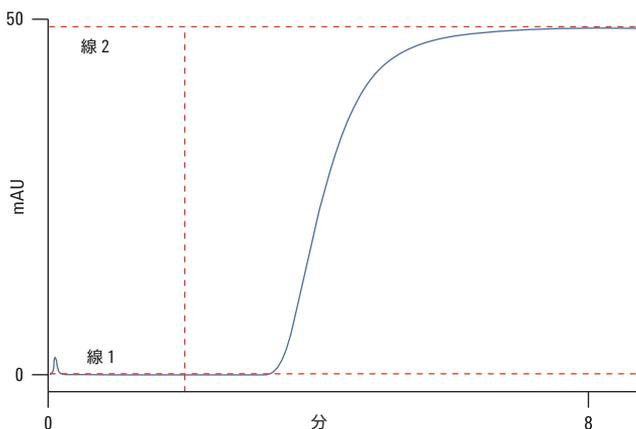

図 31. ドウェル (ディレイ) ボリュームの計算、手順 2
3. 2.0 分における垂直線。図は図 31 のようになるはずです。